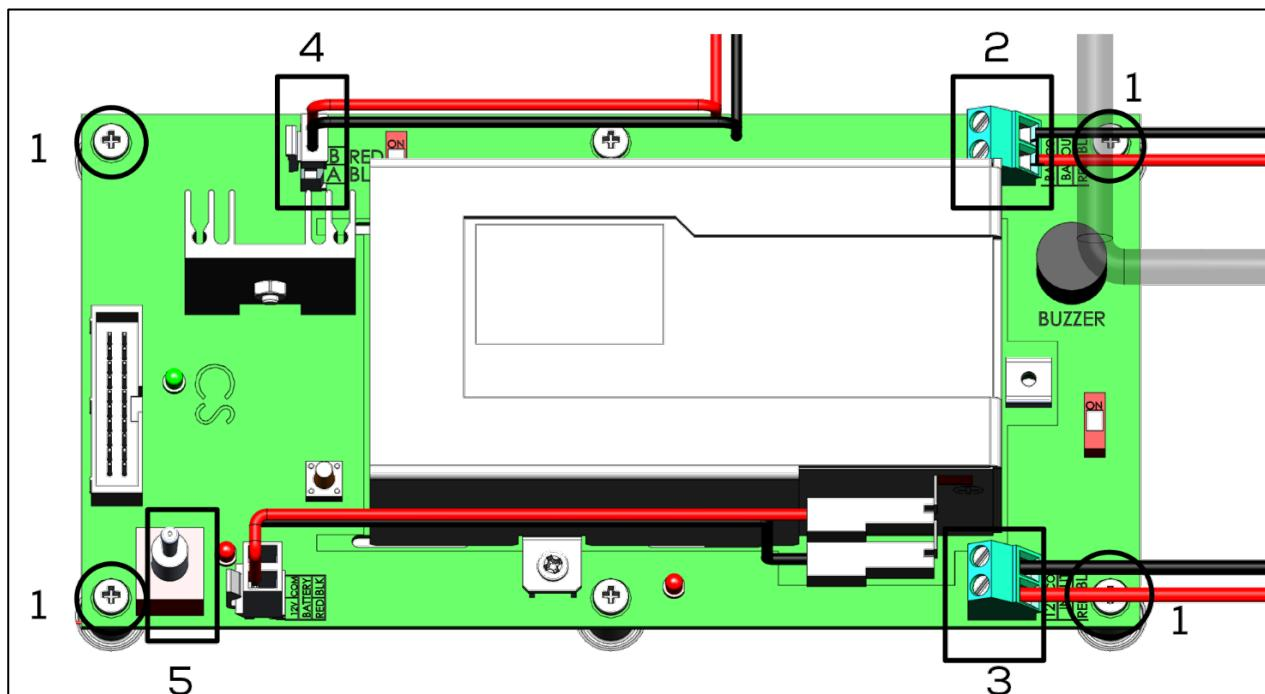

Figura 50: Instalación de la batería de alarma del Trio, vista ampliada
- Si la batería se adquiere como una actualización, instale la unidad como se muestra en la Figura 50.
CAUTION *Apague la batería de alarma antes de reiniciar el Trio. Coloque el interruptor de palanca en Apagado. Vea la Figura 50.*